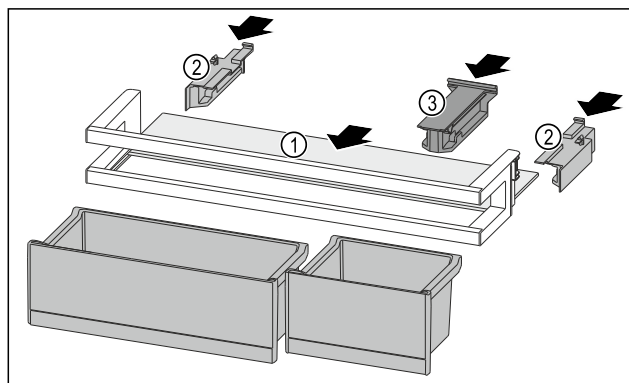

Fig. 140
- Odkládací plochu Fig. 140 (1) zasuňte do bočních vybrání.
- Boční díly Fig. 140 (2) vložte.
- Držák Fig. 140 (3) vložte.